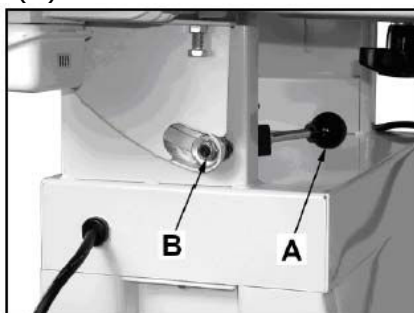

Рис. 11
Отключите станок от эл. питания. Зажимная функция рукоятки (A, Рис. 11) регулируется. Для этого установлена самоконтрящаяся гайка (B).